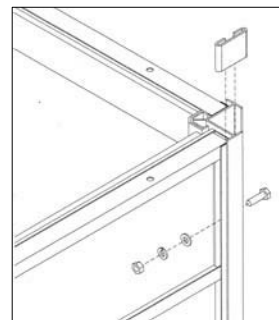

fig.8
- Introdurre le pareti laterali nel vano fissarle al pavimento ed alla parete posteriore come da fig.8,9,10.